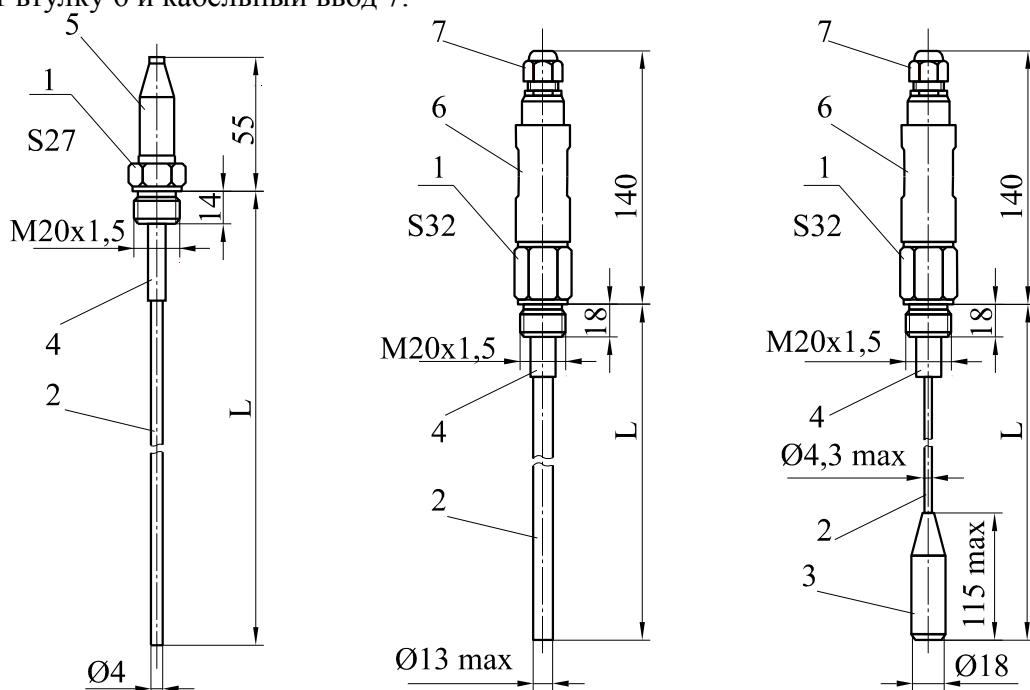

Рисунок 1 - Датчики одноэлектродные, внешний вид, габаритные
1.3.1 Одноэлектродный датчик (рисунок 1) состоит из штуцера 1, стержневого или гибкого электрода 2, оттягивающего груза 3 (для гибкого электрода), изолятора 4. Резиновый защитный колпачок 5 предохраняет место подключения провода линии связи от случайного прикосновения, повреждения и неблагоприятного воздействия окружающей среды. Датчики, предназначенные для работы в контролируемой среде при температуре выше 60 °C, имеют втулку 6 и кабельный ввод 7.